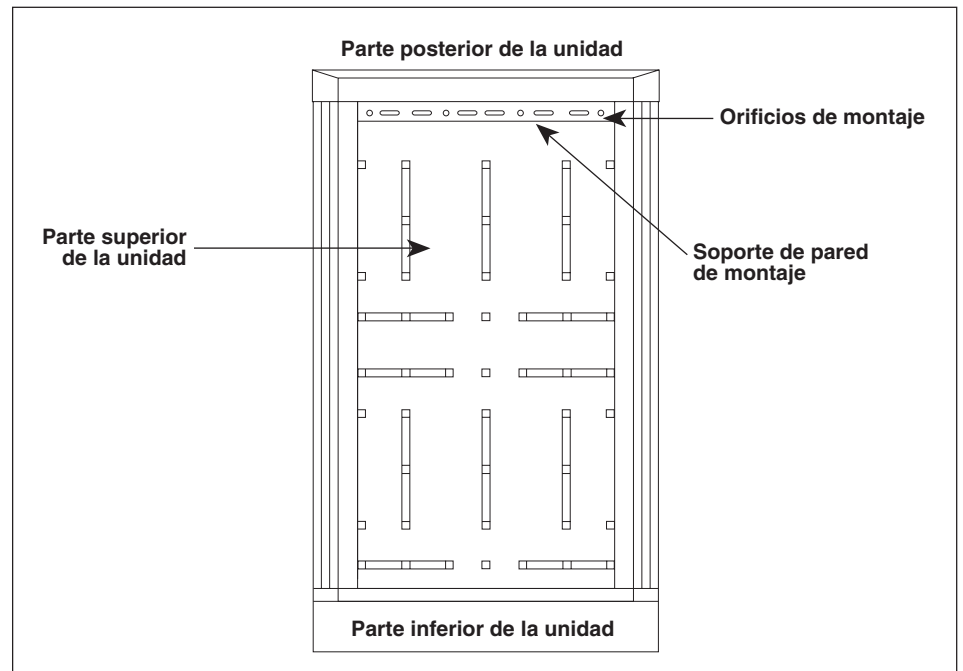

Figura 2
5. Retire los cajones o estantes superiores para exponer el soporte posterior de pared (Figura 2).